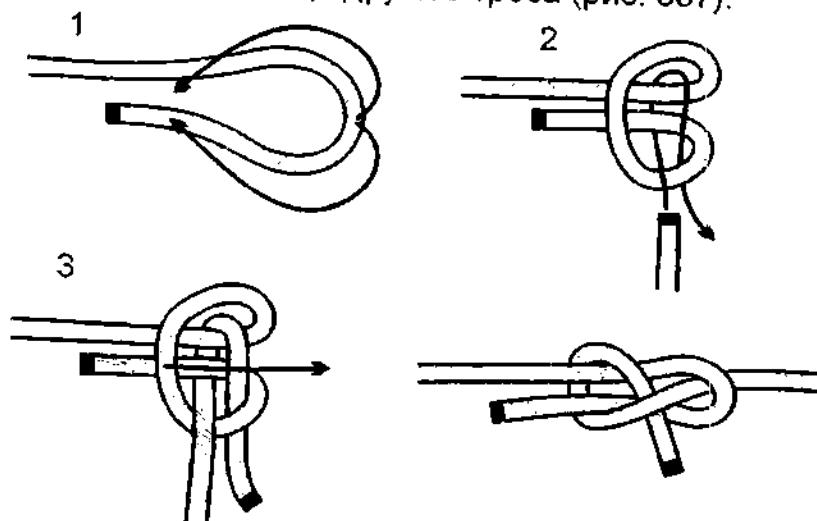

Рис. 887. 4-й способ вязки шкотового узла.
**4-й способ вязки шкотового узла.** Узел вяжется из коровьего узла. Ходовой конец одного троса вводится со стороны ходового конца другого троса (рис. 887).